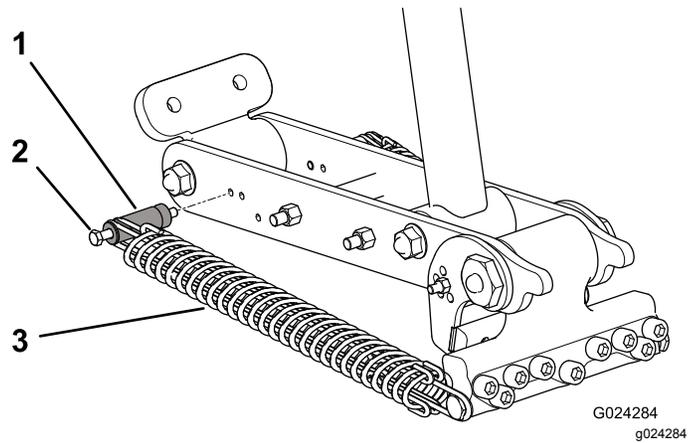
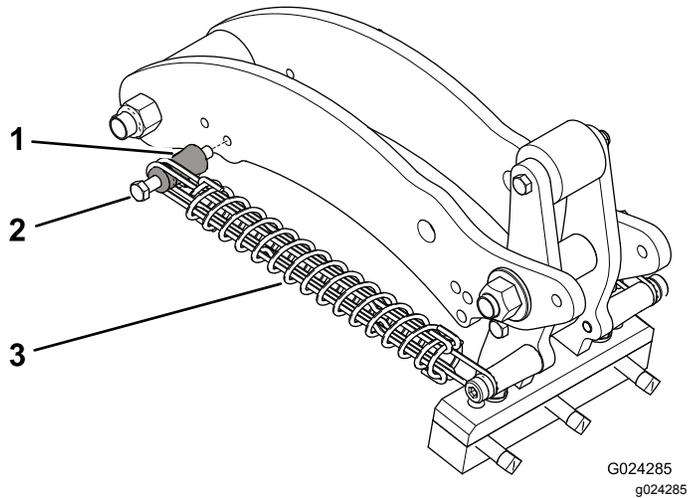

Figura 41
Figura 42
- Retire a porca que prende o parafuso do poste de montagem da mola no braço de ligação (Figura 41 ou Figura 42).
- Remova o parafuso do poste de montagem e o poste de montagem do braço de ligação e volte a inserir no outro orifício de ajuste (Figura 41 ou Figura 42).